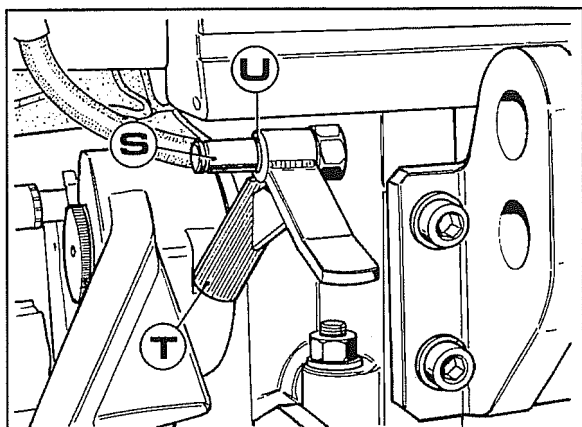

Fig. 35
2. Atarraxar o perno **S** fig.35 no furo já existente do carter levantador.
3. Montar o mecanismo **T** fixando-o com Seeger **U** fig.35.